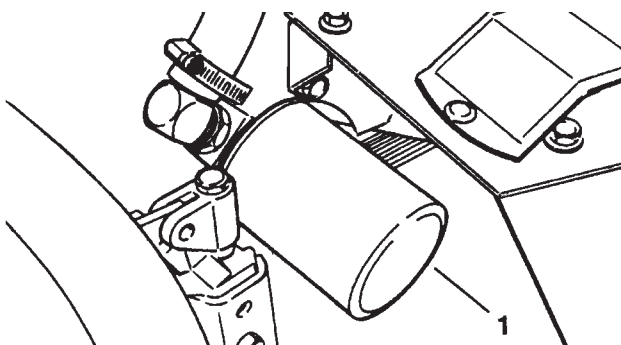

Fig. 30
2. Hvis det kun er filteret som skal skiftes, må du ta av tankens lokk og stikke inn pluggen (fig. 30) for å stoppe til utløpet.